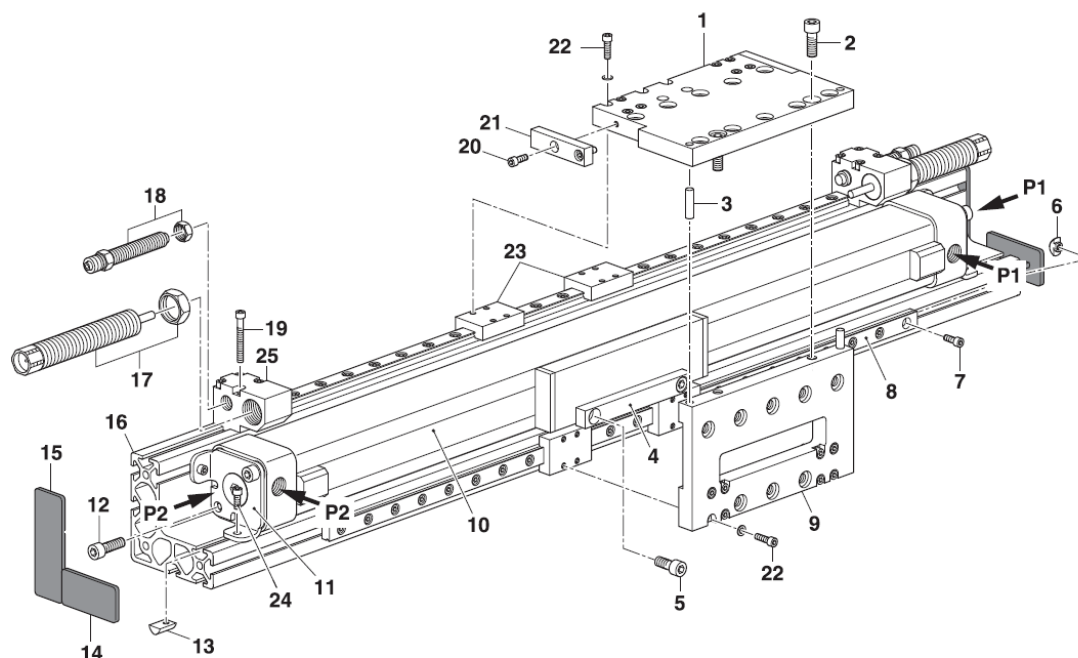

Abb. 12 Aufbau PMP-c Version 01
Über die Druckluftanschlüsse (P1 und P2) wird der Pneumatikzylinder (Abb. 12, 10) betätigt. Der Zylinder seinerseits bewegt den auf vier Kugelumlauf Führungen (Abb. 12, 23) befestigten Schlitten (Abb. 12, 1 und 9). Der Hub ist durch die beiden Anschlagsschrauben (18) begrenzt und wird durch die beiden Stossdämpfer (Abb. 12, 17) abgebremst.